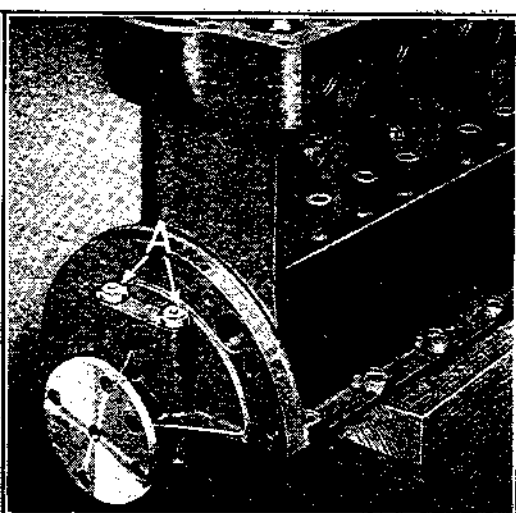

Fig. 258
- c) Les têtes des boulons du palier arrière sont plates d'un côté. Le côté plat de la tête doit être tourné du côté du cylindre. Les boulons sont ainsi immobilisés pendant le dévissage des écrous. (Voir A, fig. 258.)